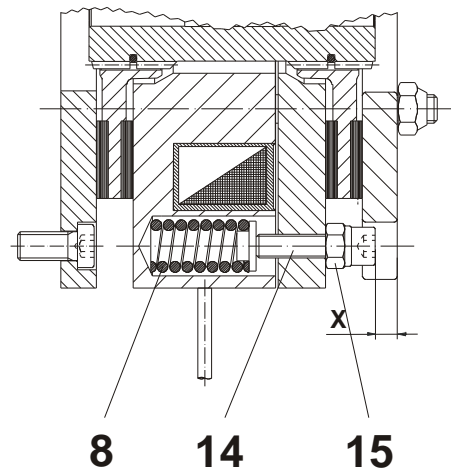

Bild 5
Bremsmomenteinstellung (Bild 5 und Tabelle 2)
Über zwei (Größe 2000: 4 Stück) Zylinderschrauben (14) mit Sechskantmutter (15) kann mit Hilfe von Maß "X" (Bild 5 und Tabelle 3) das Bremsmoment stufenlos bis auf 50 % reduziert werden. Es ist darauf zu achten, dass beide Schrauben gleichmäßig verstellt und die Sechskantmutter wieder gekontert werden.